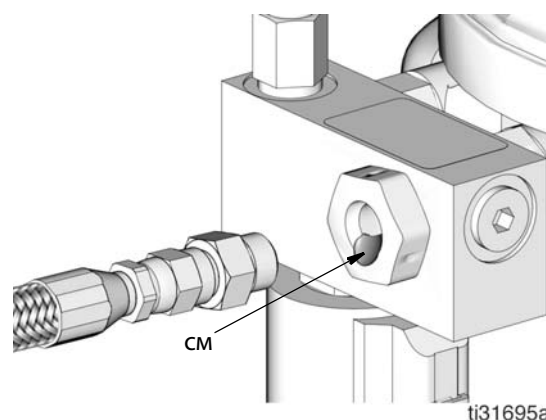

Рис.25
2. Запустите насос и не выключайте до тех пор, пока из выпускного фитинга не начнет выходить не содержащий воздуха смазочный материал (см) (Рис.25).